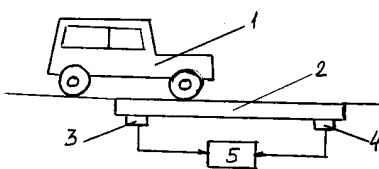

Рис.11
**Способ взвешивания автомобилей** описан в патенте Германии 3929538. По этому способу автомобиль можно взвешивать на ходу. Автомобиль 1 (рис.11) проезжает измерительную платформу 2, которая имеет длину, не меньше удвоенной длины автомобиля. В начале платформы расположена взвешивающая ячейка 3, а в